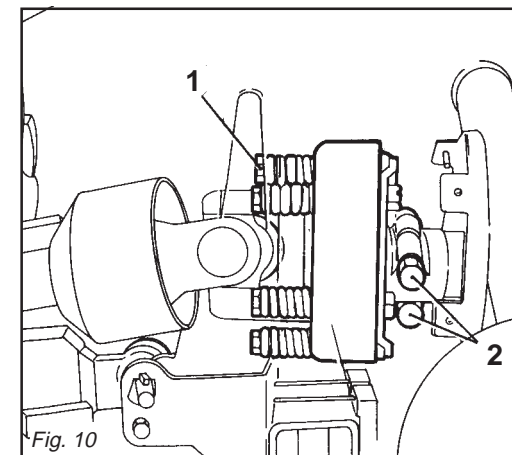

Fig. 10
La frizione è già pre-regolata per uno sforzo medio. Se slitta troppo facilmente (surriscaldandosi) è necessario avvitare uniformemente tutti i dadi (1 Fig. 10) che stringono le molle.
Se la frizione non slitta, svitare uniformemente tutti i dadi (1 Fig. 10) che fissano le molle. Svitare un giro alla volta e verificare la frizione dopo circa 300 metri di lavoro. Se necessario ripetere l'operazione, sempre svitando un giro alla volta. Se la frizione mantiene durante il lavoro una temperatura di circa 40-50 gradi circa significa che è regolata in modo corretto. **Non serrare mai a fondo i dadi, poiché in tal modo si elimina la funzione delle molle e dunque della frizione a danno degli organi di trasmissione.**
The clutch is already pre-adjusted for average stress. If it slips too easily (and overheats), it will be necessary to evenly tighten all the nuts (1 Fig. 10) that retain the springs.
*If the clutch does not slip, evenly unscrew all the spring fixing nuts (1 Fig. 10). Unscrew one turn at a time and check the clutch after having worked about 300 meters. Repeat the operation if necessary, remembering to unscrew one turn at a time. If the clutch maintains a temperature of about 40-50 degrees during work, this means that it has been correctly regulated. **Never fully torque the nuts since this would void the function of the springs and, subsequently, of the clutch, thus damaging the transmission components.***
Die Gelenkwelle kann mit einer Sicherheitskupplung ausgerüstet werden, um die Getriebeteile des Gerätes vor Überlastungen und/oder Beanspruchungen zu schützen. Die Gelenkwelle darf keine Neigung über 10 Grad aufweisen (Abb. 3). Die Kupplung ist auf eine mittlere Beanspruchung voreingestellt. Wenn die Kupplung zu schnell schlupft (Überhitzung), muß man alle Muttern (1 Abb. 10), die die Federn spannen, noch weiter anziehen.
Wenn die Kupplung nicht schlupft, alle Muttern (1 Abb. 10), die die Federn spannen, gleichmäßig lockern. Alle Muttern um eine Umdrehung losschrauben und die Kupplung nach 300 Metern Fahrstrecke prüfen. Den Vorgang falls erforderlich wiederholen, jeweils eine Umdrehung pro Versuch. Wenn die Kupplung während der Arbeit eine Temperatur von circa 40-50°C beibehält, ist sie richtig eingestellt. **Die Muttern nie ganz festziehen, weil dabei die Wirkung der Federn und damit der Kupplung aufgehoben würde, was sich schädlich auf die Getriebeteile auswirken würde.**
L'arbre à cardans peut être équipé d'embrayage de sécurité pour protéger les organes de transmission de la machine en cas d'efforts ou de surcharges excessives. L'inclinaison du cardan de doit pas dépasser 10 degrés (Fig. 3). L'embrayage est déjà réglé pour un effort moyen. Lorsqu'il patine facilement (en se surchauffant) il faut visser de manière uniforme tous les écrous (1 Fig. 10) de serrage des ressorts.
*Si l'embrayage ne patine pas, dévissez de manière uniforme tous les écrous (1 Fig. 10) de fixation des ressorts. Dévissez d'un tour à la fois et vérifiez l'embrayage après environ 300 mètres de travail. Si nécessaire, répétez l'opération en dévissant toujours d'un tour à la fois. Quand l'embrayage maintient une température d'environ 40-50 degrés pendant le travail, cela signifie qu'il est réglé correctement. **Ne serrez jamais à fond les écrous car cela annule la fonction des ressorts et donc de l'embrayage au détriment des organes de transmission.***
El embrague está ya pre-regulado para un esfuerzo medio. Si patina muy fácilmente (recalentándose) es necesario ajustar uniformemente todas las tuercas (1 Fig. 10) que apretan en el resorte.
Si el embrague no patina, aflojar uniformemente todas las tuercas (1 Fig. 10) que fijan el resorte. Aflojar una vuelta a la vez y controlar el embrague luego de 300 metros de trabajo. Si es necesario repetir la operación siempre aflojando un giro a la vez. Si el embrague mantiene durante el trabajo una temperatura de 40-50 grados significa que está regulado en modo correcto. **No ajustar jamás a fondo las tuercas, ya que así se inutiliza el resorte y la fricción dañando los órganos de transmisión.**